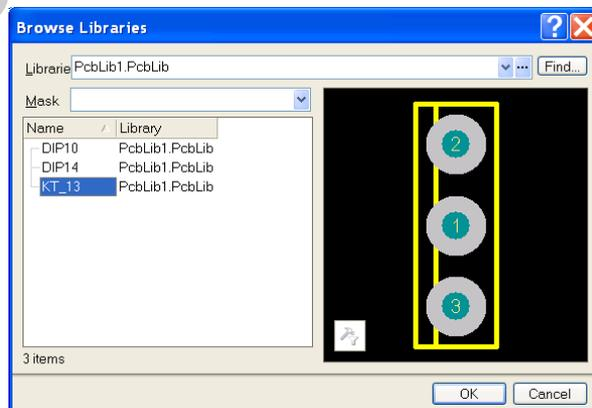

Рис. 25. Окно просмотра библиотек
3. Открывается диалоговое окно просмотра библиотек Browse Libraries (рис. 25). Поскольку библиотека TPM.PcbLib, содержащая ТПМ КТ-13, включена в дерево проекта Transistor.LibPkg, поиск сразу обнаруживает его.